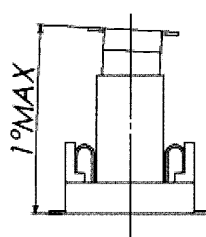

図4/Fig. 4 (平行接続タイプに適用)
- ・嵌合時の許容角度は図3～図4になりますので、記載角度以下で使用して下さい。